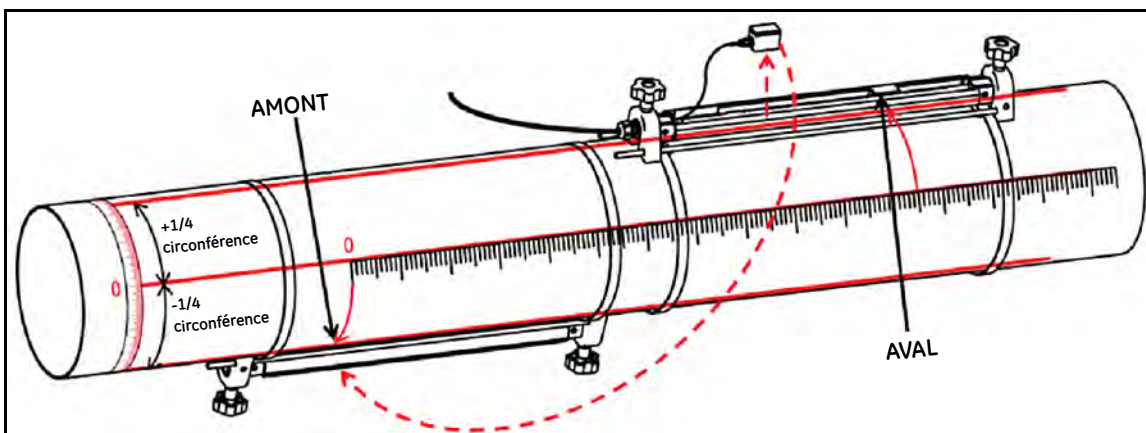

Figure 20 : Installation à simple traversée avec espacement des transducteurs compris entre 250 et 750 mm
1. Tracez un trait droit dans le sens de la conduite sur la surface de celle-ci, utilisez un mètre ruban pour mesurer la circonférence de la conduite, et tracez deux autres traits aux positions $+1/4$ et $-1/4$ sur la circonférence; ces deux traits serviront à aligner les fixations. À l'aide du mètre ruban, marquez ensuite séparément deux positions de transducteur sur les deux traits droits. Reportez-vous à la Figure 20 pour la méthode de traçage des traits.
4. Posez sur la conduite la seconde fixation à collier sans transducteur, puis renouvelez l'étape 3 pour déplacer les sangles et serrez la seconde fixation. Reportez-vous à la Figure 20 pour la position des fixations.